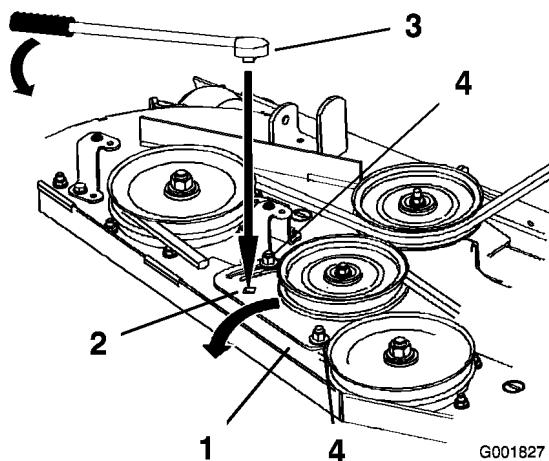

Figure 58
5. Si un réglage est nécessaire, desserrez la plaque du bras de tension et effectuez le réglage (Figure 58).
6. Insérez un manche à rochet ou une barre de levier dans le trou carré de la plaque pour régler la tension (Figure 58).
7. Pour augmenter la tension de la courroie, tournez la plaque de la poulie de tension jusqu'à ce qu'une résistance soit sentie et que la rotation s'arrête. Ne continuez pas quand elle s'arrête (Figure 58).
8. Serrez les boulons de fixation de la plaque (Figure 58).
10. Réglez la tension de la courroie et la plaque de la poulie de tension , le cas échéant, et serrez fermement toutes les fixations (Figure 58).